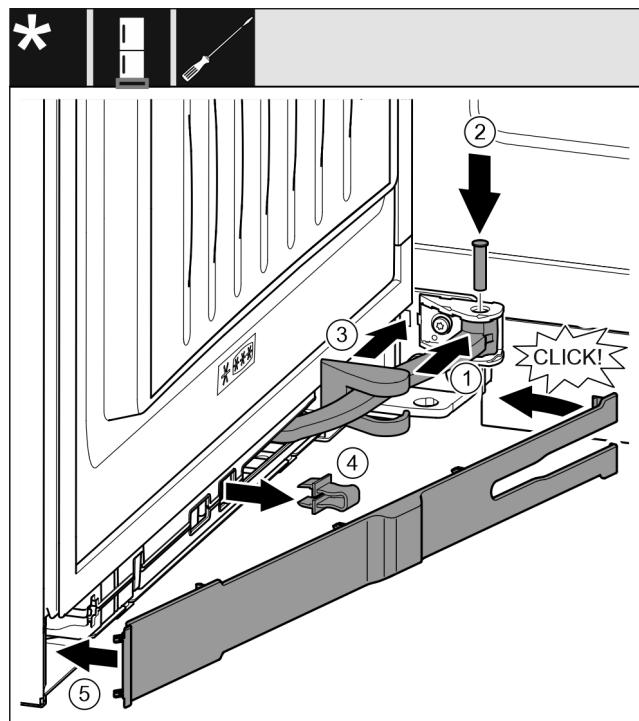

Fig. 50
- ▶ 将铰链 Fig. 50 (1)旋转至悬挂装置。
- ▶ 用螺丝刀将螺栓 Fig. 50 (2)插入悬挂装置和铰链。同时注意止动凸轮需正确地位于凹槽中。
- ▶ 沿着铰链推动托架盖 Fig. 50 (3)，并将其安装到悬挂装置上。
- ▶ 取下保险装置 Fig. 50 (4)。
- ▶ 将隔板 Fig. 50 (5)放上并转入把手侧。